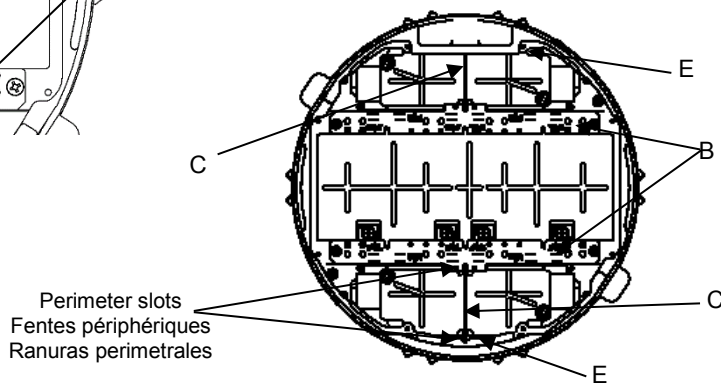
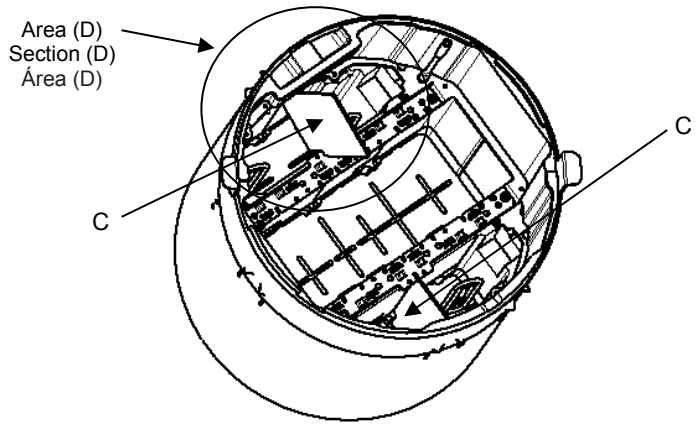

Fig. 3
Fig. 4
Remove any existing cover plates to install perimeter divider(s) (C). Install perimeter divider(s) (C) through the two perimeter slots in the brackets (B and E) to divide power and data/AV services at perimeter section of poke-through, Fig. 3 and Fig. 4. Cover plates S1R10PSPxxx series, purchased separately, will be installed above perimeter divider(s) (C). Perimeter divider(s) (C) can only be used with half size perimeter cover plates. To install perimeter divider (C) in area (D), angle divider (C) as shown in Fig. 4.
Pour installer les cloisons périphériques (C), retirer tous les couvercles existants. Fixer les cloisons périphériques (C) dans les deux fentes périphériques des supports (B et E) pour séparer les services d'énergie et de données/AV à l'intérieur de la section périphérique de la traversée de plancher, Fig. 3 et Fig. 4. Les plaques de la série S1R10PSPxxx, achetées séparément, seront installées au-dessus des cloisons périphériques (C). Les cloisons périphériques (C) peuvent être utilisées seulement avec les plaques périphériques mi-grandeur. Pour fixer les cloisons périphériques (C) à l'intérieur de la section (D), utiliser une cloison angulaire (C) conformément à la Fig. 4.
Retirar cualquier placa existente para instalar divisores perimetrales (C). Instale el/los divisores perimetrales (C) a través de las dos ranuras en los soportes (B y E) para dividir los servicios de energía y datos/AV en la sección perimetral de la caja de piso, Fig. 3 y Fig. 4. Las placas de cubierta la serie S1R10PSPxxx, comprada por separado, se instalará sobre el(los) divisor(es) perimetral(es) (C). Los divisores perimetrales (C) sólo se pueden utilizar con placas de cubierta perimetrales de medio tamaño. Para instalar el divisor perimetral (C) en el área (D), divisor angular (C) como se muestra en la Fig. 4.